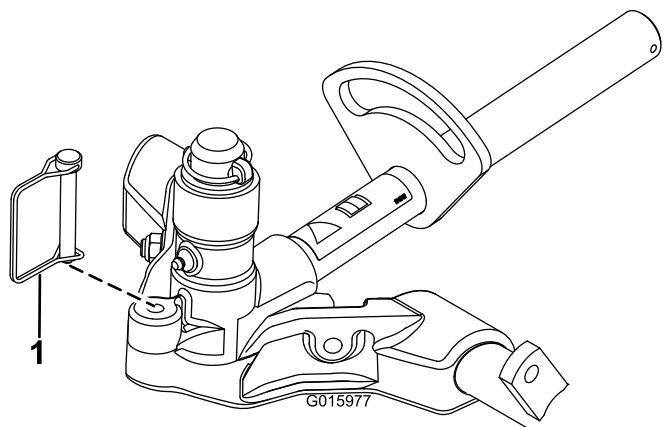

図 15
11. Tカッティングユニットを首振りしないようにロック（固定）するには、スナップピンを使ってピボットヨークをキャリアフレームに固定します（図 15）。